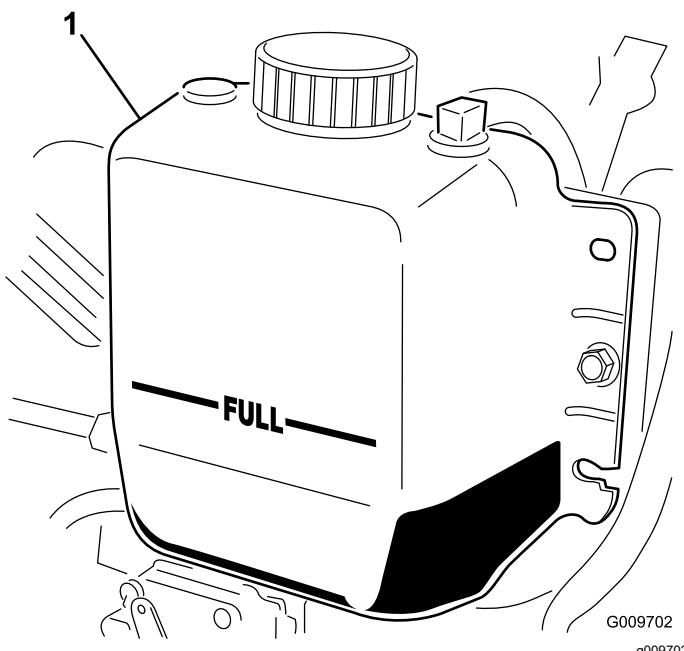

Bild 62
2. Prüfen Sie den Kühlmittelstand im Kühler. Der Kühler sollte bis zur Oberseite des Einfüllstutzens und das Ausdehnungsgefäß bis zur VOLL-Markierung gefüllt sein (Bild 62).